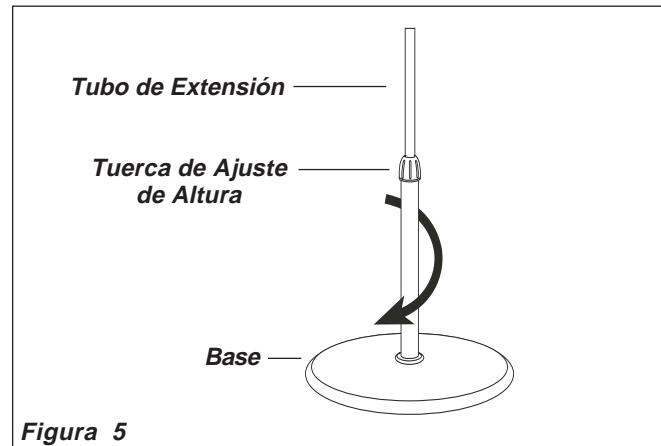

Figura 5
1. Utilizando un movimiento giratorio, inserte el extremo del tubo de diámetro grande en el agujero de la **Base**. **(Figura 5)** El girar el tubo a medida que se lo empuja asegura que el tubo quede plenamente asentado en la **Base**.